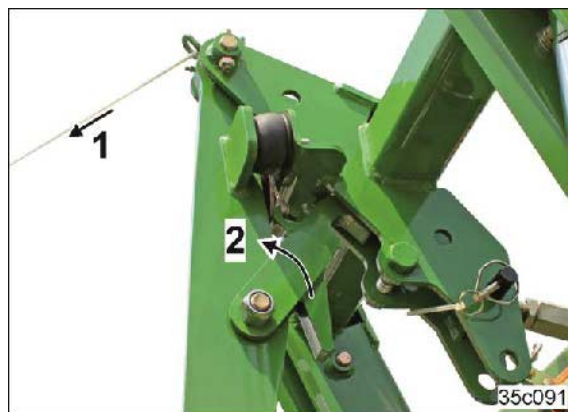

Fig. 131
2. Trekk i tauet (Fig. 131/1).
→ Låsekroken (Fig. 131/2) åpner.
4. Slipp tauet (Fig. 131/1).
Hvis løfterammen, f.eks. ved vending på enden til jorden ikke skal låses (se Fig. 132), må du ikke betjene vaieren (Fig. 131/1).